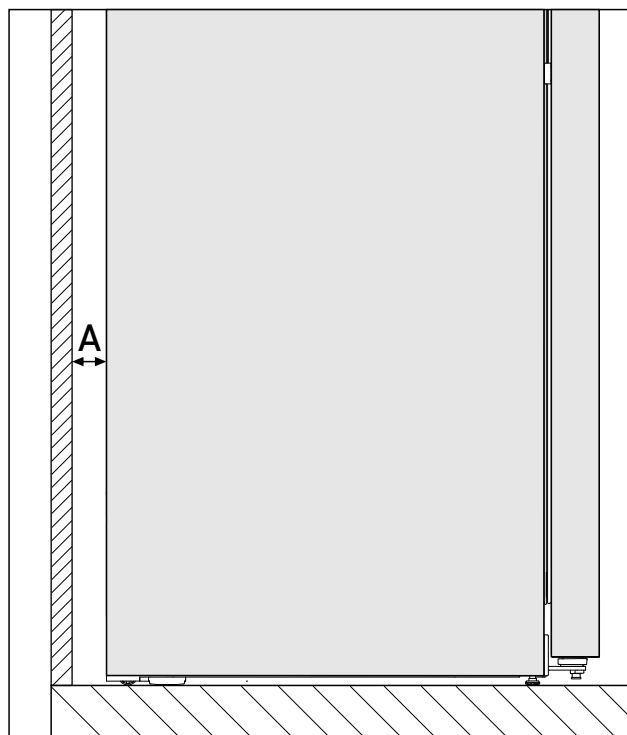

Fig. 3 \*
Potrošnja energije utvrđena je s udaljenosti od zida Fig. 3 (A) između stražnje strane uređaja i zida. Ako je udaljenost od zida manja od Fig. 3 (A), to ne utječe na funkcionalnost uređaja, ali se pri maloj udaljenosti od zida neznatno povećava potrošnja energije.\*